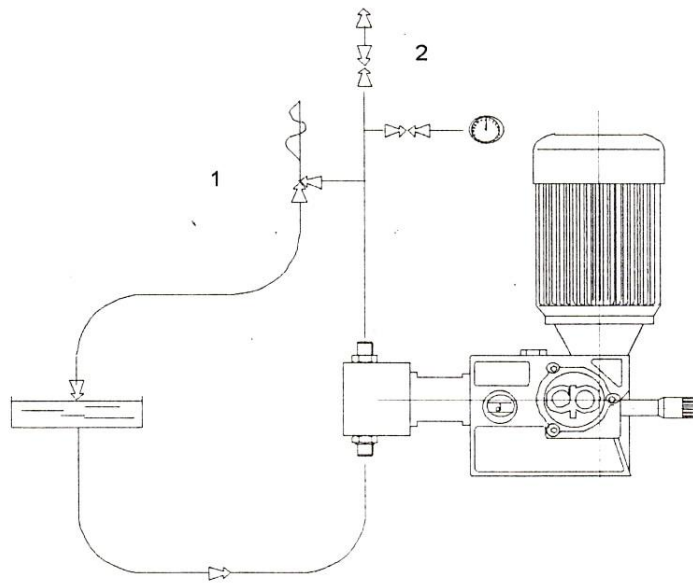

Fig .11
- Installare la valvola di sicurezza come da schema di seguito riportato (*Fig. 11*) .